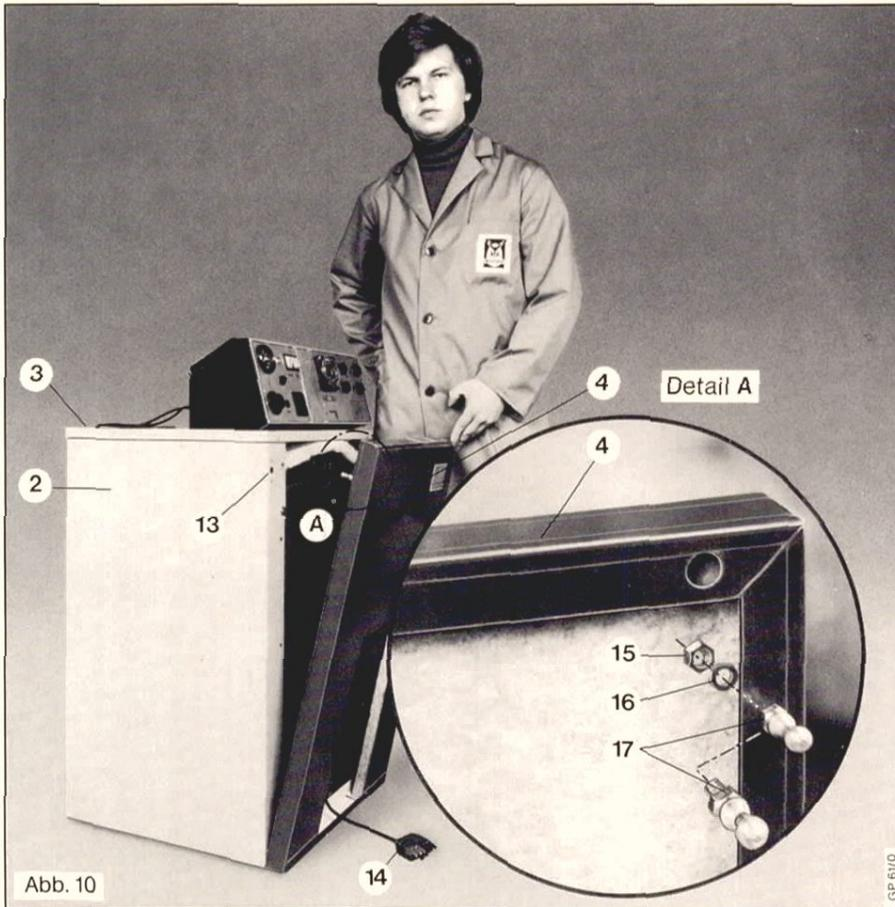

Abb. 10
Vorderes Verkleidungsblech (4), die Formschrauben (17) (siehe Detail A Abb. 10) mit Muttern (15) und U-Scheibe (16) in den Bohrungen befestigen.
\* Siehe Abb. 10, Seite 7